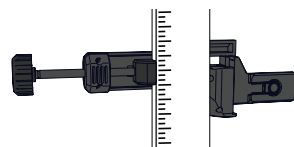

Figure 25
3. Appuyer sur le bouton de libération du dispositif de serrage et le tenir enfoncé pour fermer le bouton du dispositif de serrage sur la mire de nivellement. Tourner le bouton du dispositif de serrage pour serrer davantage ce dernier jusqu'à ce qu'il soit solidement fixé. (Figure 25)